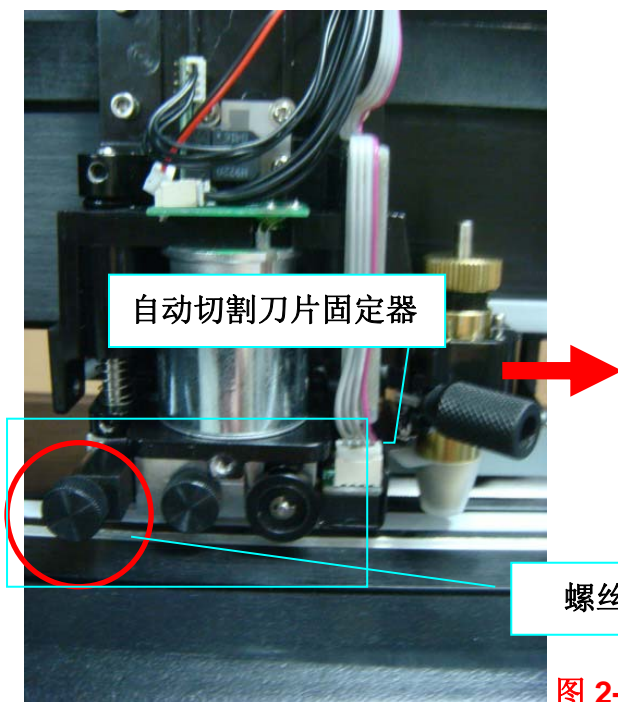

图 2-37
**步骤 4** 手动拧下自动切割模组左边的螺丝（图 2-37 和 2-38）。